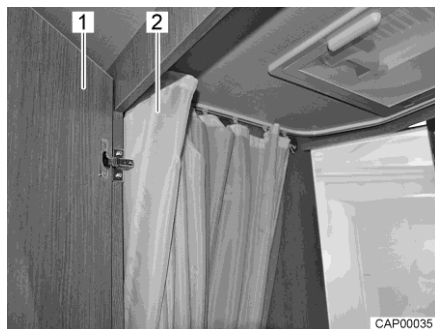

Fig. 95 Cuarto de aseo con ducha
- Para ducharse, cerrar la puerta (Fig. 95,1) y correr la cortina de ducha (Fig. 95,2) completamente para que todas las paredes estén protegidas.